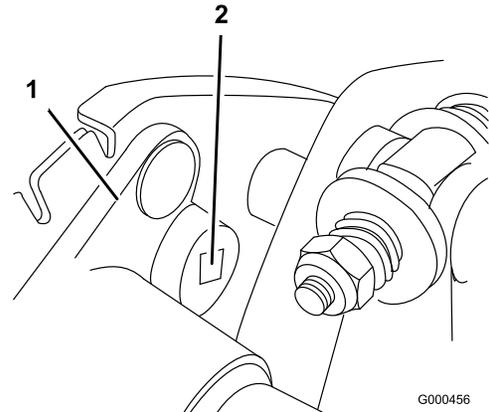

図 39
- B. 3/8インチのトルクレンチでベアリング・ハウジングを35~40 in. lb. (4~4.5 N·m=0.4~0.46 kg·m) のトルクで回転させてベルトを張る (図 39)。